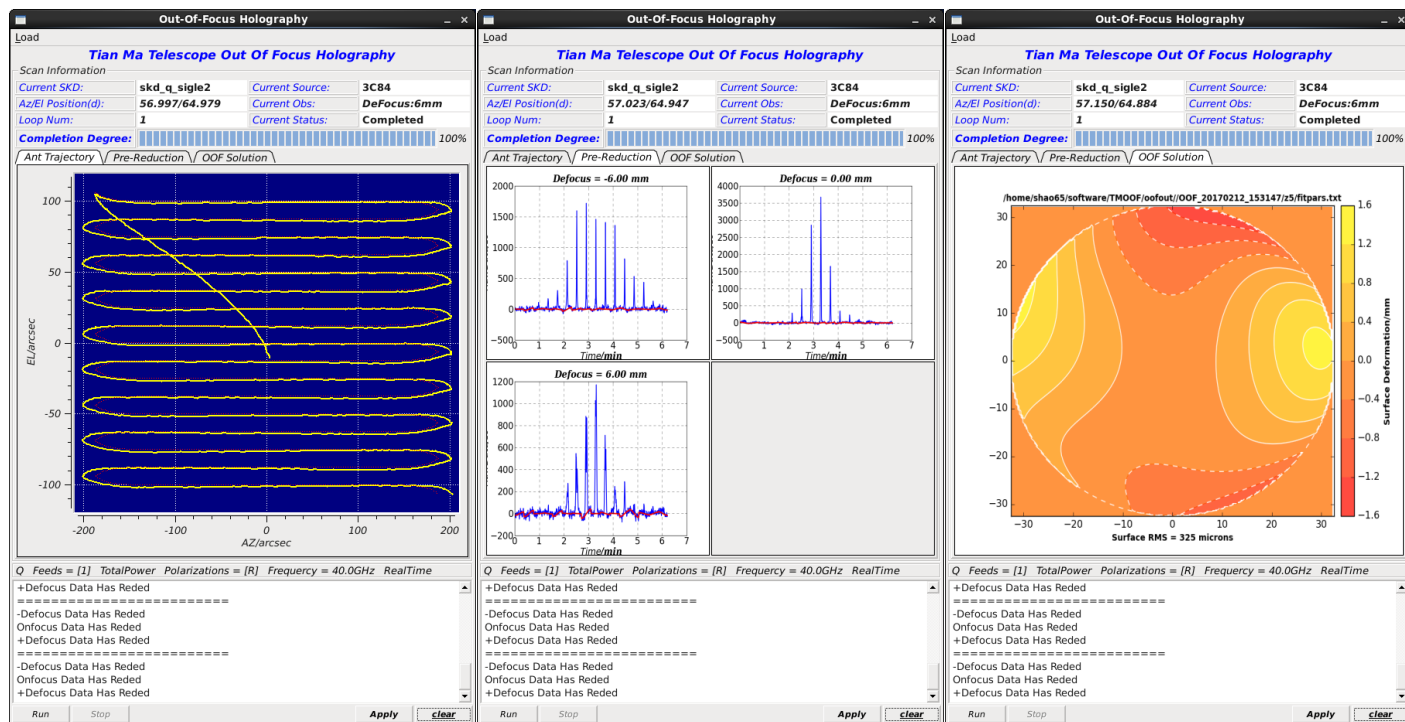

图 7.运行面型快速修正软件后的界面效果图(此界面有 3 个标签页,图 7 将 3 个标签页展开)
(7) 接着进行面型的快速修正，耗时约 20 分钟。在面型快速修正软件界面上，Load 观测纲要，点击 Run 运行，将进行全自动化的面型测量。在进行三次扫描后，观测数据进行实时预处理、后处理后得到面型，点击 Apply 后，将应用此变形量。如果预处理数据不好（图 7 中的中间一副图看不到明显的波束切片），则不运用此测量，可通过 clear 按钮去除。运行后的界面如图 7 所示。